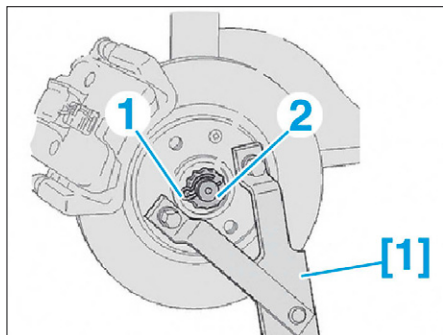

FIG. 1
- Mettre en place l'outil [1] (Fig.1).